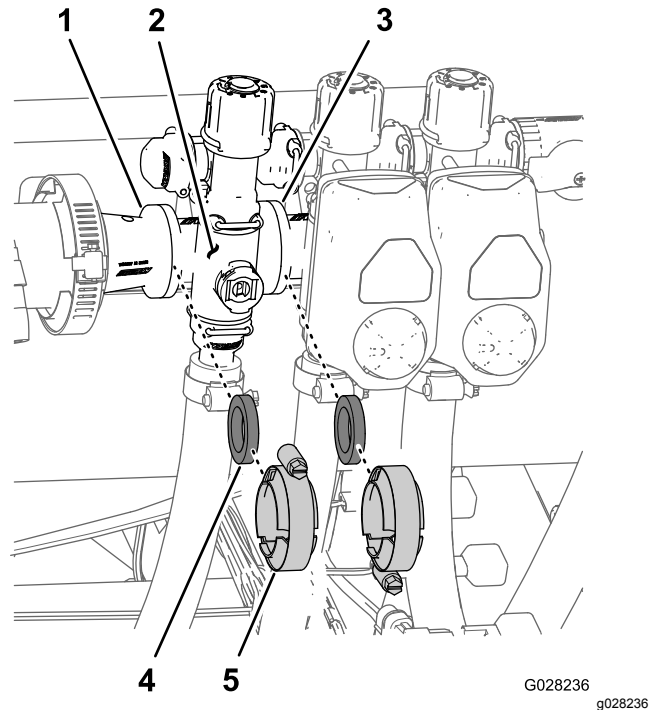

**Figure 67**
3. Retirez le boulon à embase et le contre-écrou à embase qui fixent la vanne maîtresse au support, puis déposez le collecteur de la machine (Figure 67).